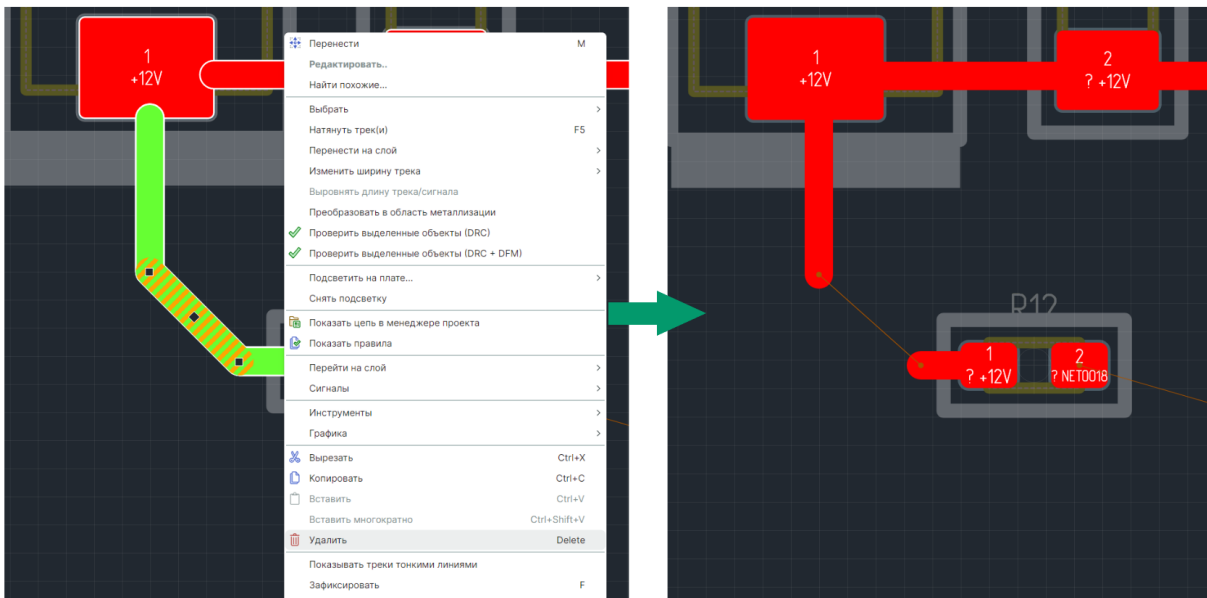

Рис. 251 Удаление сегмента трека
- Вызовите контекстное меню и выберите пункт «Удалить» или воспользуйтесь горячей клавишей «Delete», см. Рис. 251.